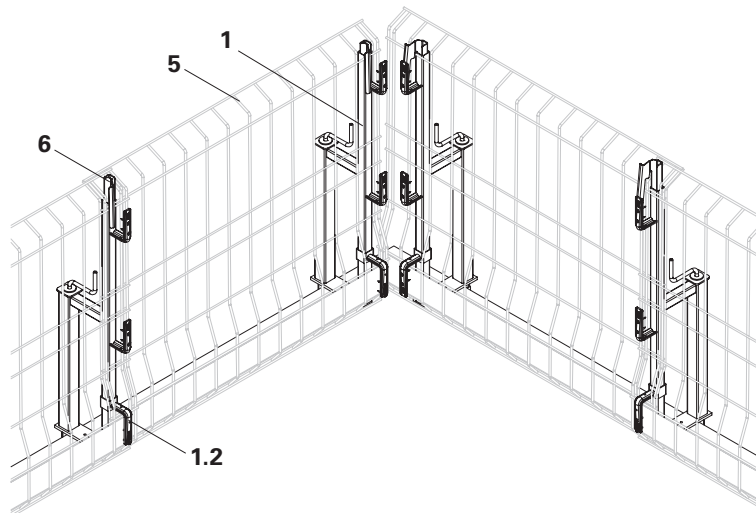

Fig. A3.03
10. Infilare il supporto a morsa GH-2 (6) dall'alto nel tubo del supporto parapetto a morsa-2.
11. Fissare il supporto a morsa GH-2 con un colpo di martello. (Fig. A3.03/A3.04)